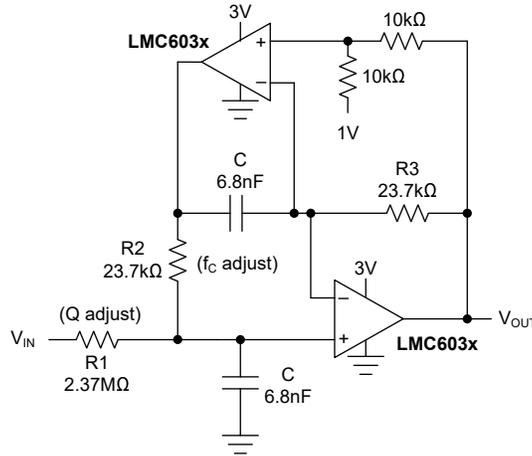

图 7-9. 有源 2 极带通滤波器 (1kHz)
双放大器带通 (DABP) 滤波器能够独立调整 f_c 和 Q 。在大多数其他带通拓扑中, f_c 和 Q 的调整相互作用。DABP 滤波器还提供对元件值的低灵敏度和高 Q 值。图 7-9 的以下应用提供 1kHz 的中心频率和 100Q。
1. 首先选择一个中心频率 (f_c)。图 7-9 表示的元件值是在中心频率为 1kHz 时通过以下计算得出的。